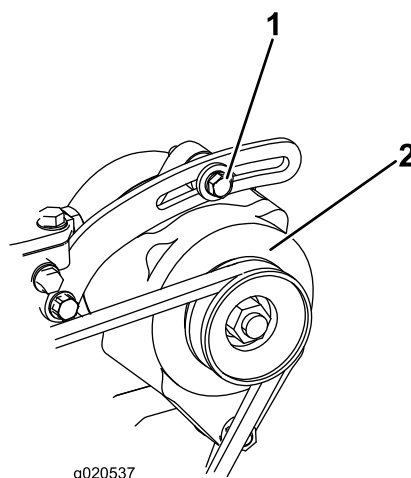

Figura 89
1. Se l'inflessione non è di 10 mm, allentate i bulloni di fissaggio dell'alternatore (Figura 89).